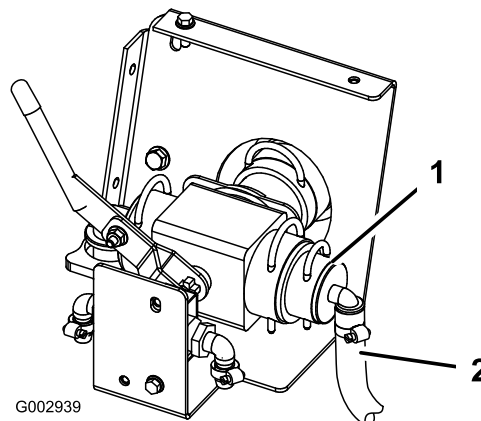

Figura 33
21. Ligue o conjunto do tubo de 19 mm ao conjunto da válvula de controle virado para a dianteira do veículo (Figura 33).